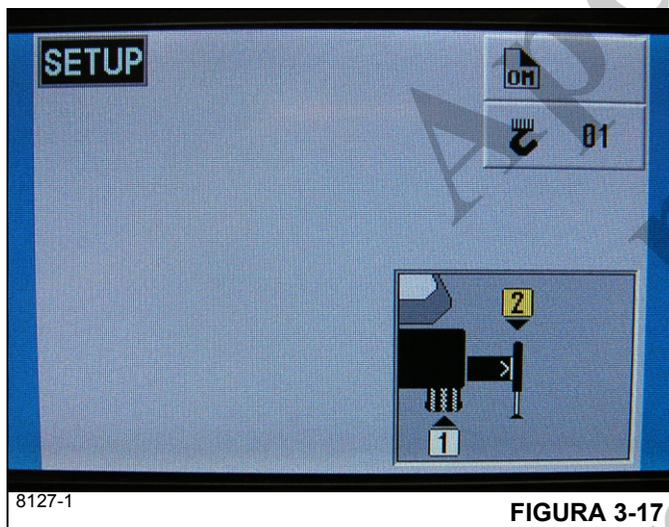
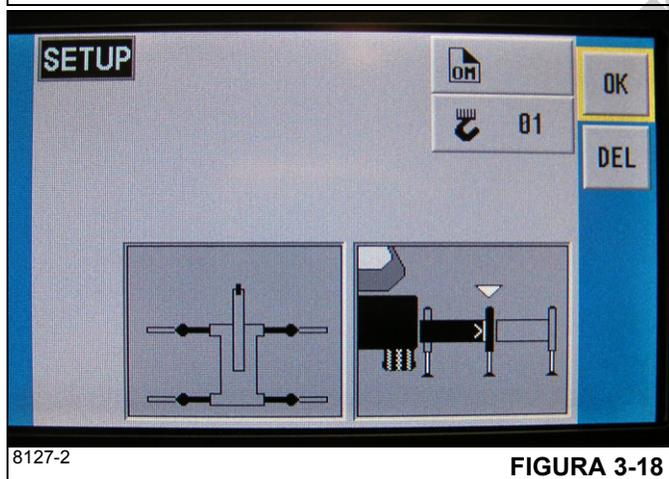

FIGURA 3-17
FIGURA 3-18
Se o guindaste está apoiado em estabilizadores e "Sobre estabilizadores" é selecionado ao programar o RCL (Figura 3-17), o OMS então indica ao RCL a posição horizontal de cada uma das vigas dos quatro estabilizadores. Com base nessa informação, o RCL irá selecionar a configuração mais conservadora da viga do estabilizador; isto é, se três estabilizadores estão totalmente estendidos e um está retraído, o RCL irá selecionar retraído como a configuração do estabilizador. A única coisa necessária é confirmar essa configuração de estabilizadores (Figura 3-18). Consulte o *Manual do operador do limitador de capacidade nominal* para obter instruções detalhadas.
**NOTA:** A Figura 3-18 ilustra os quatro estabilizadores na posição semiestendida como indicado pelo OMS e RCL.